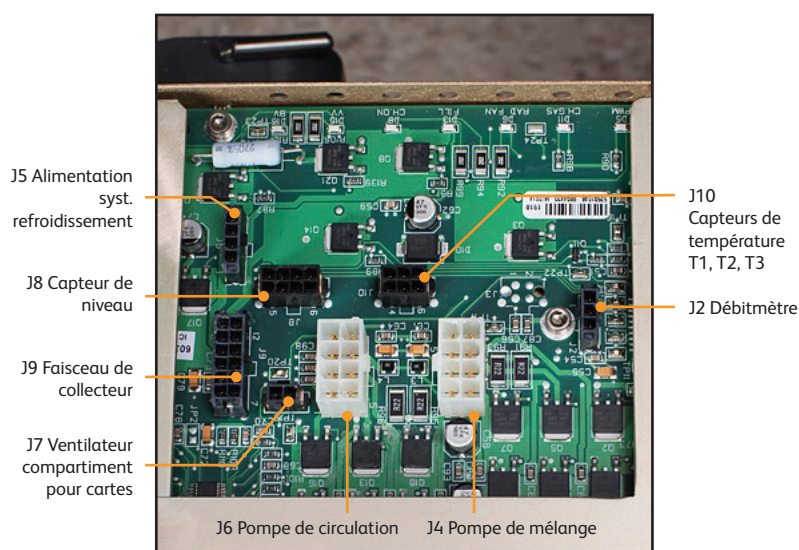

Fig. 8-15 Connecteurs de la carte de circuit E/S
1. Débrancher soigneusement chacun des huit câbles raccordés à la carte, en relâchant chaque languette de verrouillage avant de tirer. Ces connexions sont illustrées à la Fig. 8-15.